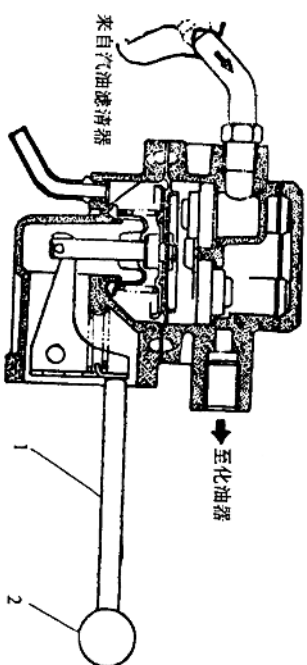

图 1-10 天津大发 TJ110 型汽车汽油泵
(3) (图 1-10) 为天津大发 TJ110 微型汽车汽油泵。检查进、出油阀门的密封情况; 往进油口吹气, 确认阀门为开启状态, 然后关闭。再从进油口吸气时用舌尖舔住油管应能利用密封的管道内真空, 将舌